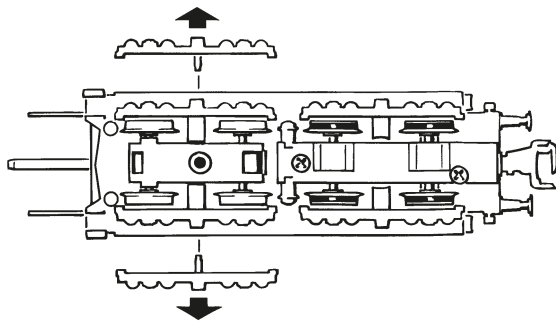

Fig. 11
1. Reinigung der Radstromkontakte: Radstromkontakte können auf unsauberen Schienen leicht verschmutzen. Entfernen Sie **vorsichtig** mit einem kleinen Pinsel **den Schmutz** an den in Fig. 11 gekennzeichneten Stellen. Dazu das Lokgehäuse (Fig. 8) bzw. die Drehgestellblenden abnehmen (Fig. 10).
1. Cleaning of wheel contacts: Wheel contacts easily get dirty on tracks which are not entirely clean. Use a small brush to **remove dirt** from spots marked in Fig. 11 after having removed the loco body (fig. 8) or the gear cover (fig. 10).
1. Nettoyage des lames de contact aux roues: Les lames de contacts risquent de s'encrasser rapidement sur des voies poussiéreuses. Veuillez **enlever la poussière** aux endroits marqués à la Fig. 11 à l'aide d'un petit pinceau souple. après avoir démonté la caisse de la locomotive ou le couvercle du carter des engrenages du tender (fig. 8, fig. 10)